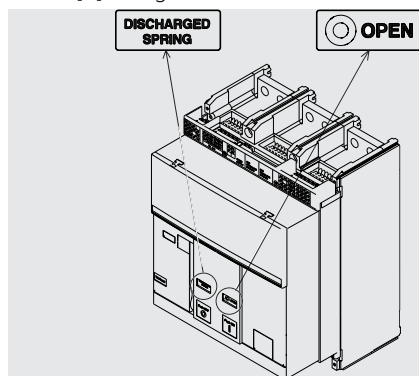

Abbildung 42
1. Sicherstellen, dass der Leistungsschalter ausgeschaltet ist (Anzeige aus/ein "O - OPEN"), und prüfen, dass die Federn entspannt sind (Federnanzeige "weiß - DISCHARGED SPRING") wie angezeigt in Abbildung 42.